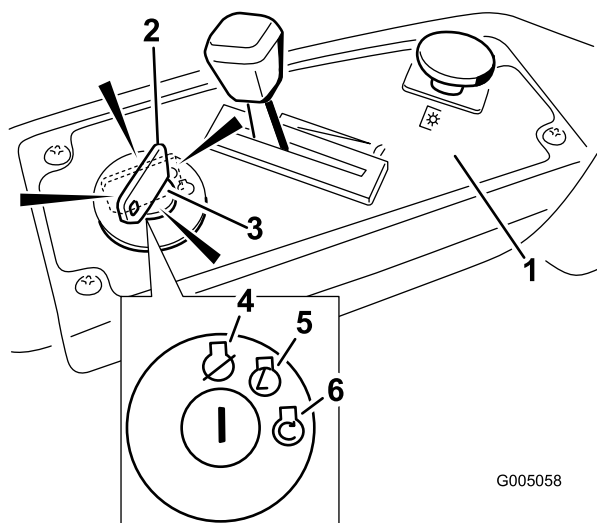

Figura 10
3. Mueva la palanca del acelerador a la posición Estárter antes de arrancar el motor si éste está frío (Figura 10).
4. Gire la llave de contacto a Arranque para activar el motor de arranque. Cuando el motor arranque, suelte la llave (Figura 10).
5. Cuando el motor arranque, mueva el acelerador a la posición Rápido (Figura 10). Si el motor se cala o funciona irregularmente, vuelva a colocar el acelerador en Estárter durante unos segundos. Luego mueva el acelerador a la posición deseada. Repita este procedimiento tantas veces como sea necesario.
2. Ponga el acelerador a un punto entre Rápido y velocidad media (Figura 10).